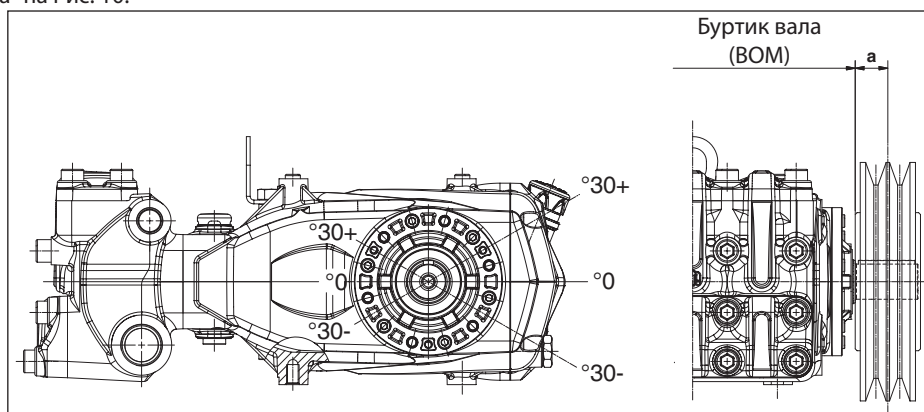

Рис. 10
Передача считается подходящей в том случае, если данная нагрузка прилагается на максимальном расстоянии **a=50 мм** от буртика вала (ВОМ), как указано на Рис. 10.
- б) Пользуйтесь ремнями с высоким КПД, например, **XPB** вместо **SPB**, поскольку в этом случае потребуется меньшее количество ремней при одинаковой передаваемой мощности, что в свою очередь сократит расстояние между результирующей силой и буртиком вала (BOM) "а" на Рис. 10.
- д) Натягивайте ремень в направлении, указанном на Рис. 10, в случае особых потребностей обратитесь в **технический отдел** или **службу технической поддержки**.